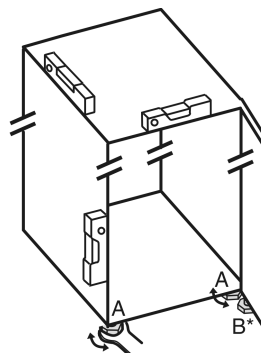

Fig. 4
- ▶ Odvrnite podesive nožice Fig. 4 (A) priloženim viličastim ključem i libelom prema van dok uređaj ne stoji čvrsto i ravno.
► Odvijte podesivu nožicu *Fig. 4 (B)* na podlošku ležaja priloženim viličastim ključem dok se ne podupre o pod.
► Nastavite okretati podesivu nožicu *Fig. 4 (B)* za 90°.